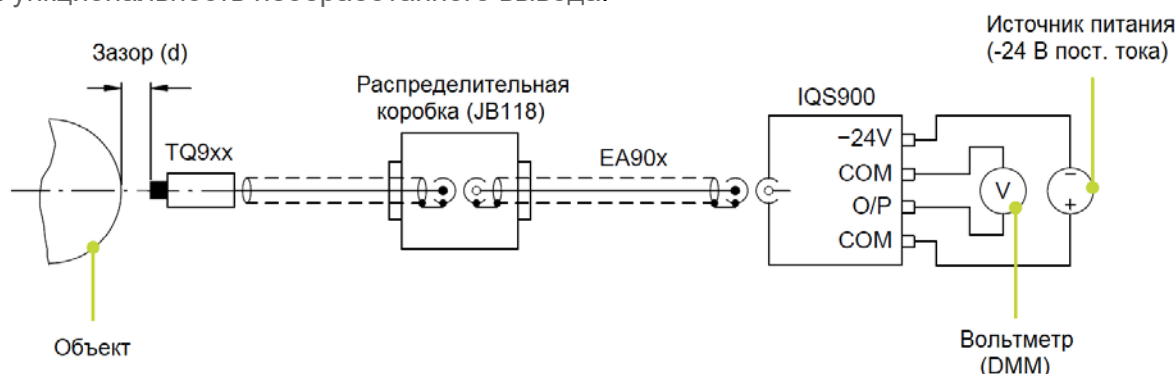

Рис. 6-5: Характеристики для систем, использующих передачу сигнала напряжения (3-проводную)
- 1- Подключите источник питания -24 В постоянного тока между клеммами “-24 В” и “COM” усилителя сигнала IQS900 (см. Рис. 6-5).
- 2- Подключите вольтметр (DMM) между клеммами “O/P” и “COM” (см. Рис. 6-5).